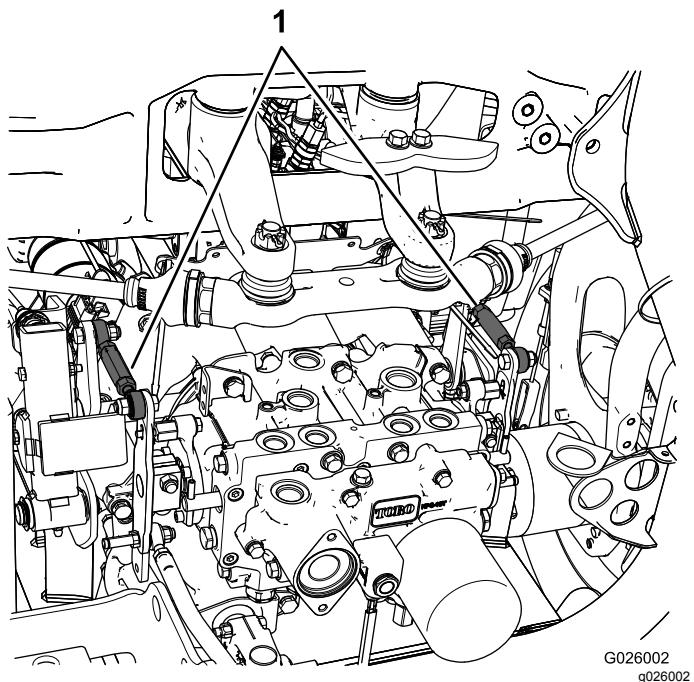

Figura 46
- Se la ruota posteriore sinistra gira, allentate i controdadi sull'asta di comando della trasmissione sinistra (Figura 46).